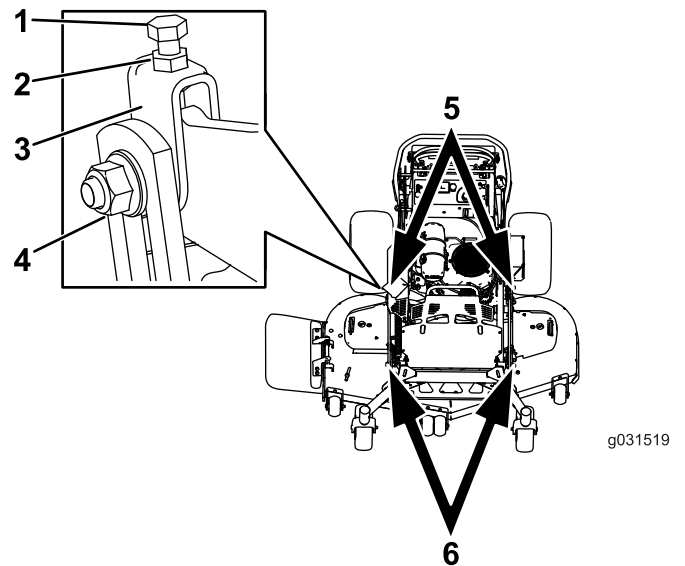

Figura 82
1. Afloje la contratuerca y el perno lateral de las horquillas que desea ajustar (Figura 82).
2. Gire el perno superior de las horquillas para ajustar la altura de la carcasa de corte (Figura 82).
5. Si la medida no es correcta, localice las dos horquillas en la máquina (Figura 82).